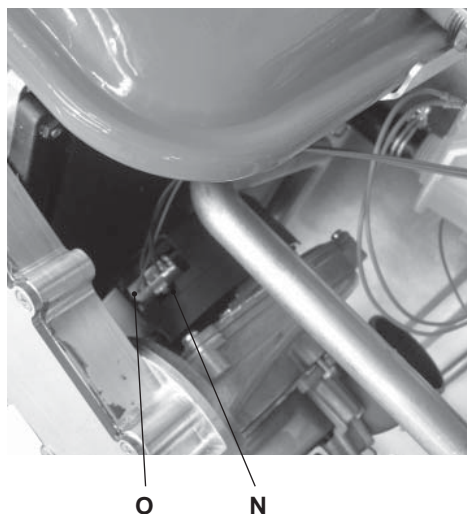

Figura 9.8
- Scollegare il connettore del ventilatore Opremo il gancio in plastica Nposizionato nella parte sottostante del connettore (Figura 9.8).